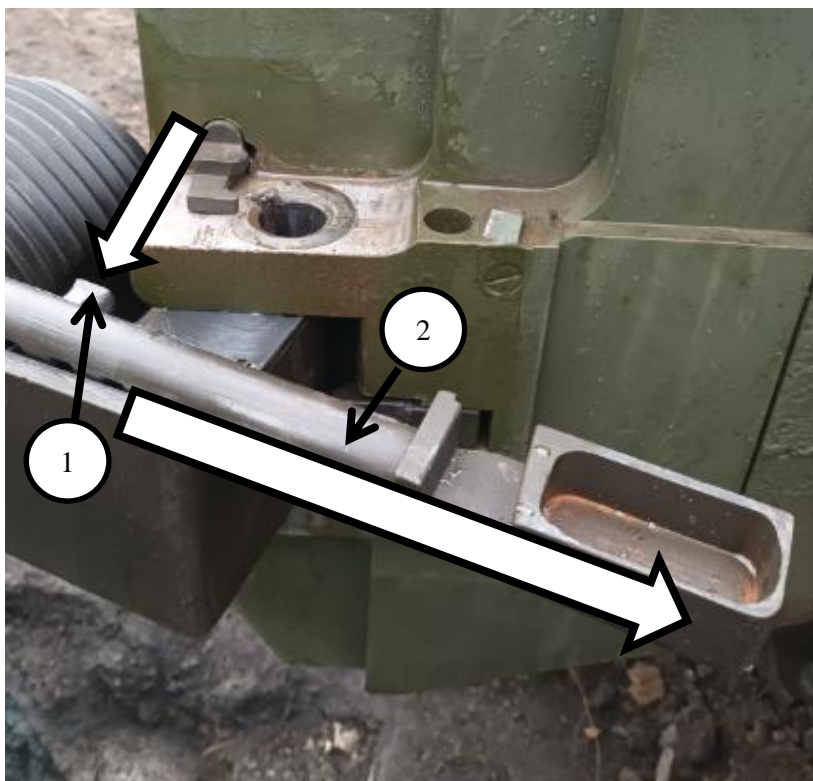

Рисунок 9
4. Утопить стопор гребёнки **1** (Рис. 9) в его гнезде и вынуть гребёнку **2** (Рис. 9) из рамы.